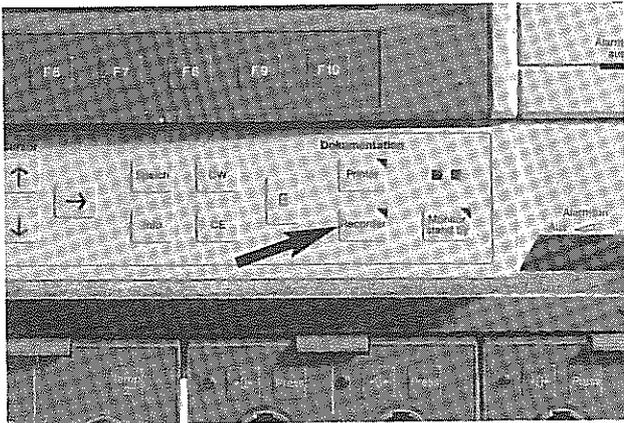

Bild 27
Der Recorder SMR 210 kann grundsätzlich auf zwei verschiedene Arten gestartet werden: entweder durch Drücken der Taste (17) **Recorder** (Bild 27) oder automatisch beim Auftreten von